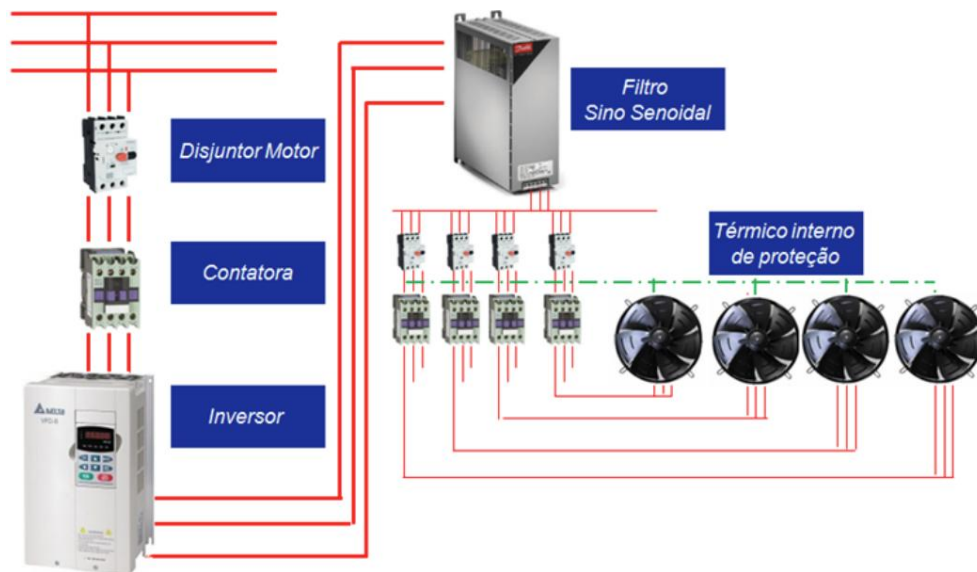
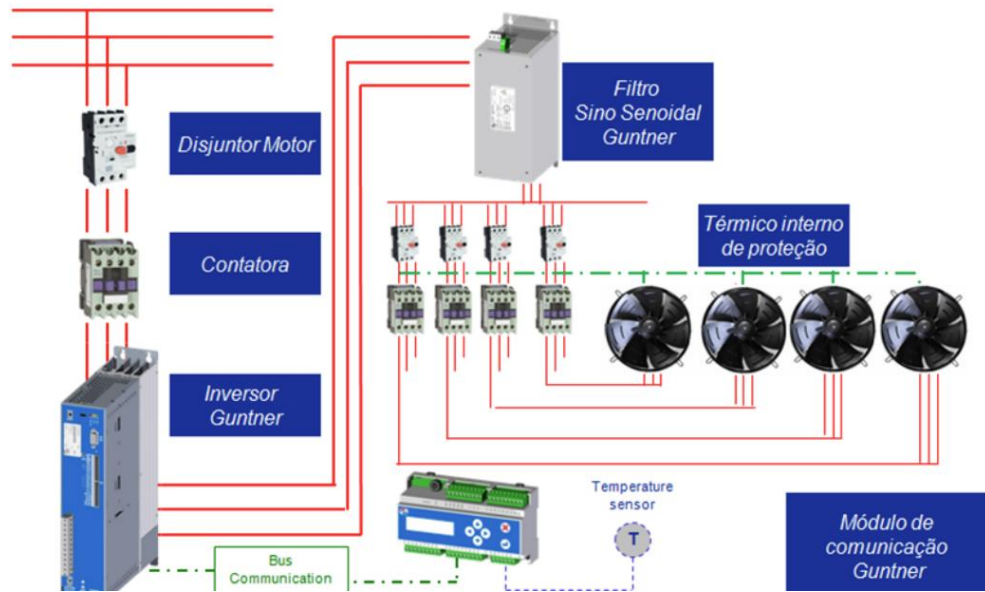

Figura 1 - Montagem mínima exigida para instalação de inversores com múltiplos ventiladores.
Figura 2 - Alternativa Güntner para solução com inversor de frequência e controlador GMM.
- Entre o inversor de frequência e o motor, deve ser instalado um filtro de onda senoidal em todos os polos (efeito de filtro de tensão de saída com formato senoidal entre fase-fase, fase-terra), observe Figura 1. Alternativa Güntner, observe Figura 2;